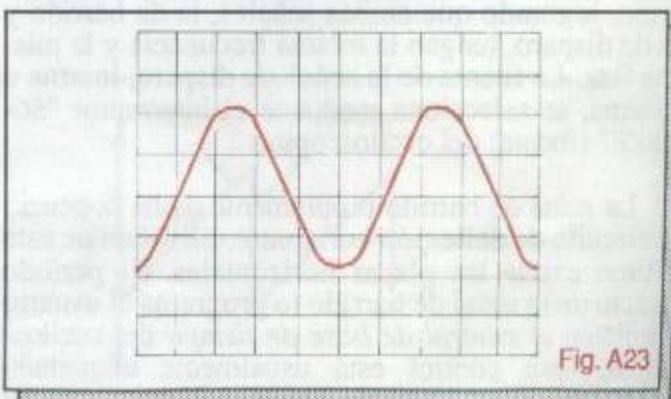

Fig. A23
5. Con la señal correctamente posicionada en la pantalla y una vez especificadas las características de disparo, proceda a interpretar y medir la imagen que está viendo. Consideremos el caso sencillo de una onda seno como la mostrada en la figura A23. Supongamos que la atenuación vertical es 0.5 V/div y que la base de tiempo es de 50  $\mu$ seg/div.